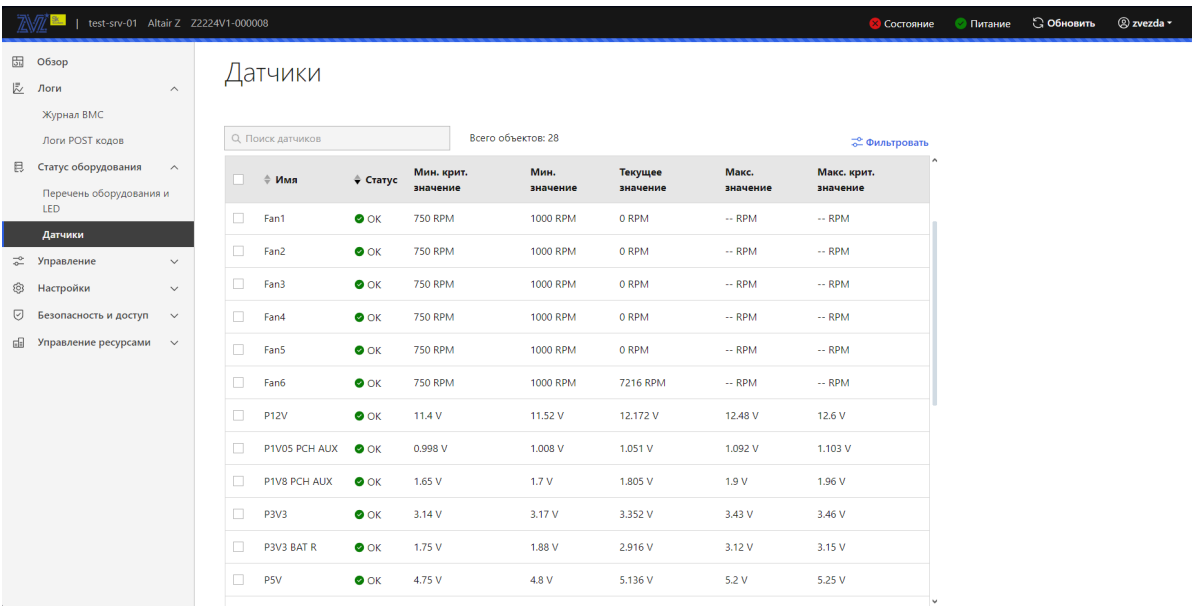

Рис. 83. Окно «Датчики»
5) Пройдите во вкладку «Статус оборудования» → «Датчики» в данной вкладке отображены всех датчиков установленных в сервер. В поле «Поиск датчиков» производится поиск датчиков. Окно показано на рис. 83 Окно «Датчики»